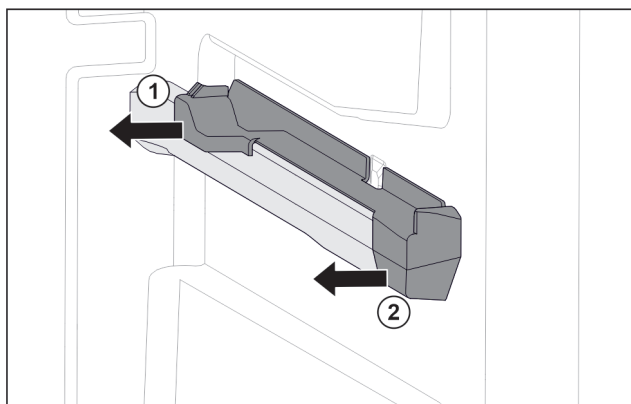

Fig. 131 Pjesa kapëse në brinjën e djathtë të kutisë
- Tërhiqni anash pjesën kapëse në pjesën e pasme. Fig. 131 (1)
- Tërhiqni anash pjesën kapëse në pjesën e përparme. Fig. 131 (2)